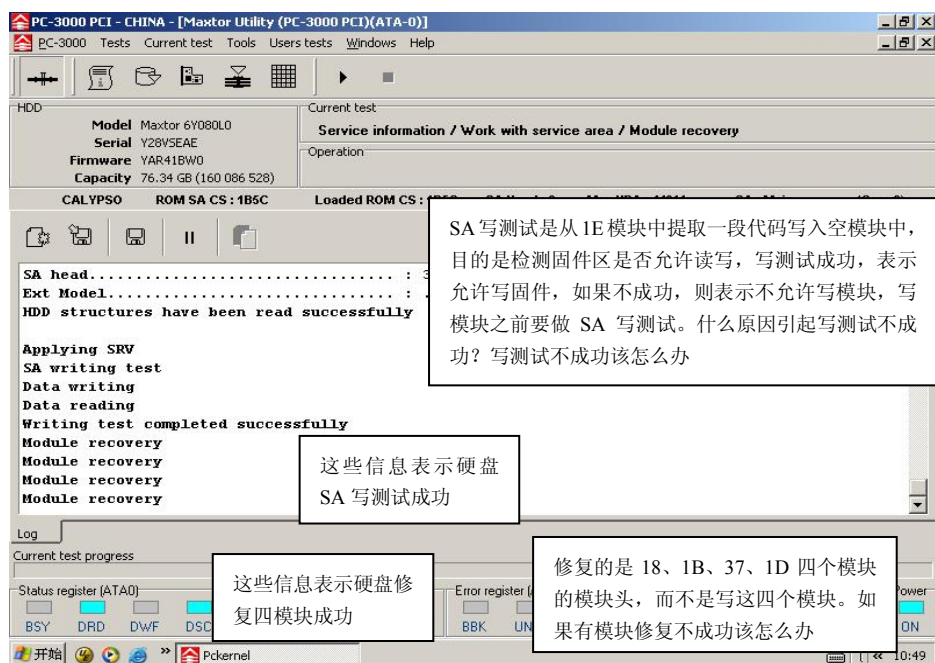

图 7-25 修复模块并写测试
(22) 硬盘 SA 写测试和修复模块，如图 7-25 所示。